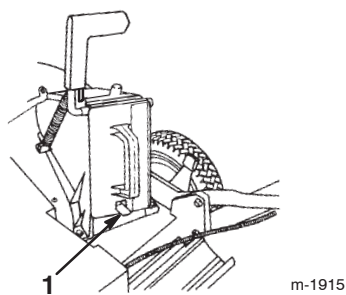

Bild 6
- Schieben Sie die Abdeckung so weit ein, dass der Federclip an der Unterseite der Abdeckung einschnappt. Dadurch wird sie sicher im Auswurfkanal befestigt (Bild 6).